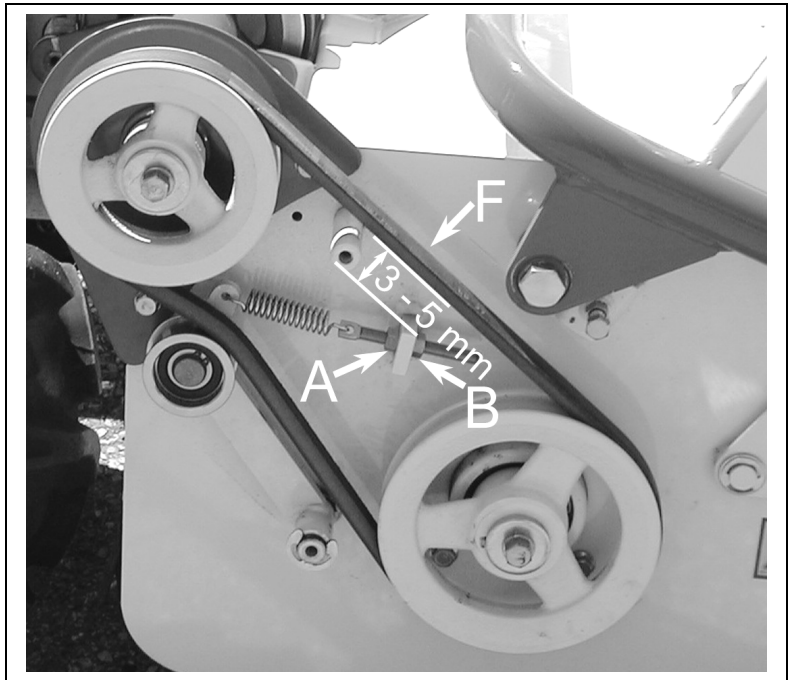

Figure 24
- Quand vous appuyer sur cette courroie avec un doigt (figure 24, repère F) la flèche doit être comprise entre 3 et 5 mm (figure 24).
- Si la courroie est trop tendue, dévissez le contre écrou A (figure 24). Dévissez l'écrou B (figure 24) jusqu'à obtenir la flèche correcte.
- Si la courroie n'est pas assez tendue, dévissez le contre écrou A (figure 24). Vissez l'écrou B (figure 24) jusqu'à obtenir la flèche correcte.